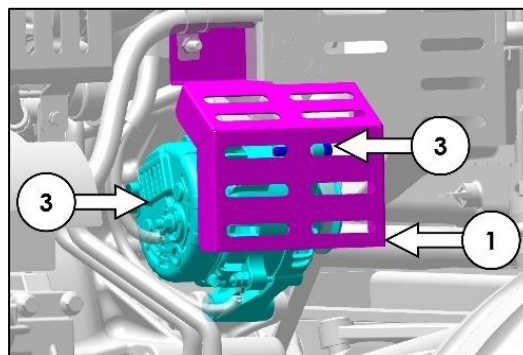
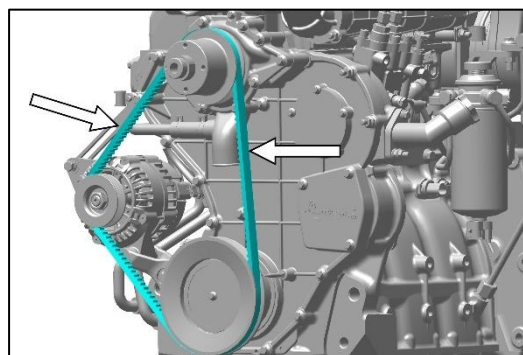

Fig. 242 – DYNAMO
Fig. 243 – DYNAMORIEM
Om de riem te stellen (zie Fig. 243), verwijdt u de afscherming (item 1 in Fig. 242), maakt u de bevestigingsbouten van de dynamo los (item 2 in Fig. 242) en positioneert u de dynamo (item 3 in Fig. 242) opnieuw. Draai de bouten weer stevig vast en monteer de afscherming opnieuw (item 1 in Fig. 242).